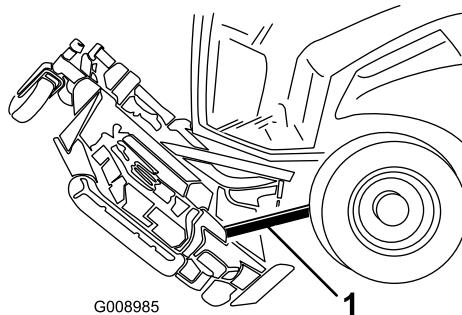

Figure 92
- Placez une cale en bois entre l'arrière du plateau et la machine (Figure 92).